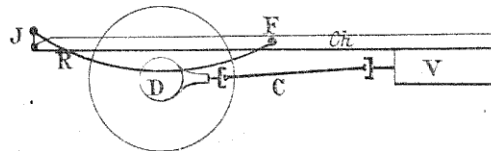

Fig. 181. — Transmission à cardan longitudinal.
**Bielles de poussée. Jambe de force. Pont arrière oscillant.** — La transmission à cardan telle qu'elle est représentée fig. 181, c'est-à-dire constituée par un arbre C articulé aux deux extrémités reliant la boîte des vitesses V au différentiel D impose aux ressorts trois fonctions assez lourdes. Ils doivent :
de déplacement. Il est bien évident, en effet, que lorsque le ressort FDJ s'aplatit, le point F étant fixe, l'essieu D s'éloigne de F (fig. 181). Or, avec des *bielles de poussée* qui doivent être de longueur invariable, l'essieu ne pouvant plus se déplacer, il faut que le ressort devienne susceptible de le faire, aussi bien dans sa partie antérieure D F que dans la moitié postérieure D J.